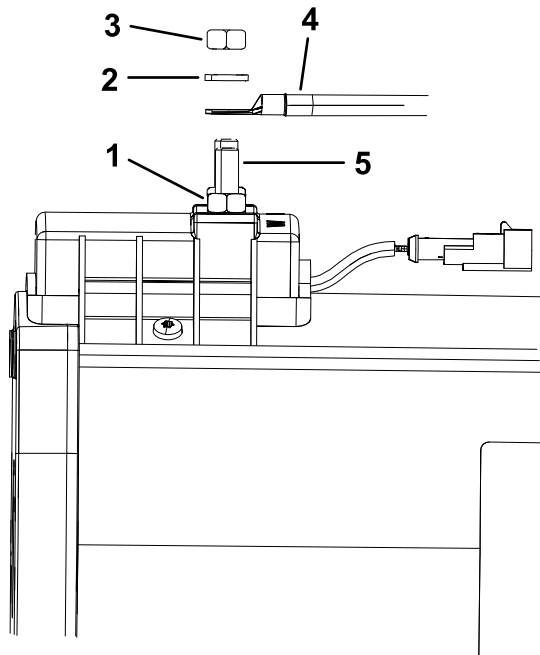

Figura 1
Importante: Al retirar los cables de los terminales del motor (U, V y W), utilice una llave para retener la tuerca inferior mientras afloja la tuerca superior (Figura 1). Si deja que giren los espárragos de los terminales durante la retirada de la tuerca superior, se pueden producir daños internos en el motor.
- A. Mientras sostiene la tuerca inferior para evitar que se afloje, retire la tuerca superior, la arandela de freno y el conector del cable de los espárragos de los terminales del motor de tracción U, V y W (Figura 1).
Importante: Al conectar los cables a los terminales del motor (U, V y W), utilice una llave para retener la tuerca inferior mientras aprieta la tuerca superior (Figura 1). Si deja que los espárragos de los terminales giren durante la instalación de la tuerca superior, se pueden producir daños internos en el motor.